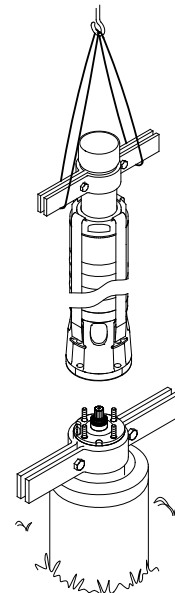

Fig. 19 Levantar la bomba y acoplarla
3. Levantar el cuerpo hidráulico mediante las abrazaderas montadas en la tubería de extensión, ver fig. 19.